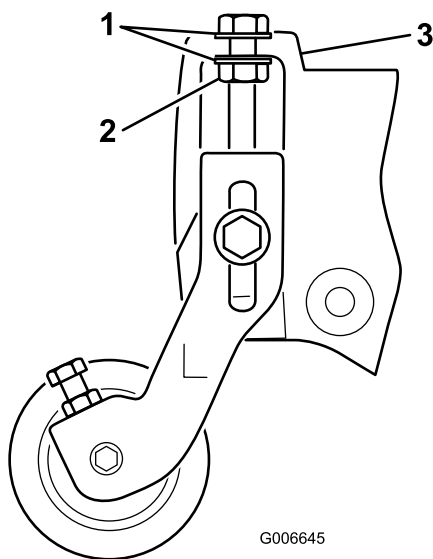

图4
注意： 剪草高度调节螺栓的垫圈必须放置在侧板法兰的两侧（图4）。
10. 拧紧剪草高度调节螺栓上的锁紧螺母，直至垫圈与侧板法兰接触，然后往回旋转半圈（图4）。